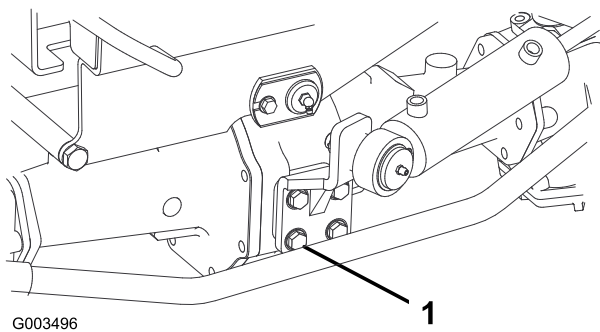

Figura 69
2. Apriete los 4 pernos del soporte del cilindro de dirección (Figura 69) a 65–81 N m.